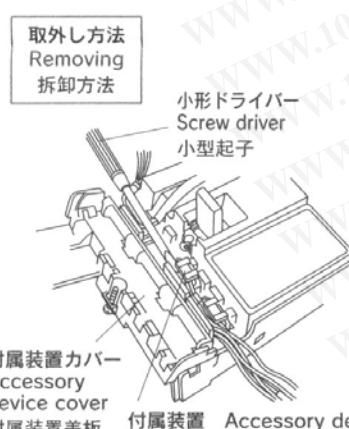

図1 Fig. 1 图1
- ①付属装置の端子 No. や接続図は、現品に表示または添付してあります。付属装置組込み後、接続図により動作の確認をしてください。
- ②付属装置の取外しは、ブレーカをトリップ状態にし、取付けの逆の順序で行ってください。
- 特に引出す際はリード線や端子台を引つばらず、付属装置本体を小形ドライバー（マイナス）やピンセット等で、取付位置から引き上げてください。（図1）
- ③付属装置の分解は、行わないでください。
- ④本体に付いている付属装置カバーねじ以外は、使用しないでください。（ねじを紛失した場合は、お問い合わせください。）
- ⑤付属装置カバーねじの締め付け回数は、3回以下としてください。
- ⑥補助・警報スイッチおよび焼損防止接点の白いレバー部に潤滑剤が塗布してあるため、さわらないでください。
When removing, lift the accessory device with a screw driver (minus) or tweezers from installation position without pulling lead lines or a terminal block. (Fig. 1)
- ①付属装置の端子番号及び接線図は、本体上に表示されたり、別途添付されています。付属装置を組み立てた後は、接線図により動作確認を行ってください。
- ②付属装置を取り外す時は、まず開閉器脱扣してから、組み立ての逆の順序で取り外す。抜取時は、配線や端子台、一字型起子や小鉗子等で付属装置を組み立てた位置から引き上げてください。（図1）
- ③付属装置を組み立てないでください。
- ④付属装置の本体上の付属装置蓋板のねじ以外のねじは、使用しないでください。（ねじが紛失した場合は、お問い合わせください。）
- ⑤付属装置蓋板のねじ締め回数を3回以下にしてください。
- ⑥補助・警報スイッチ及び焼損防止接点の白いレバー部に潤滑剤が塗布されているため、触らないでください。